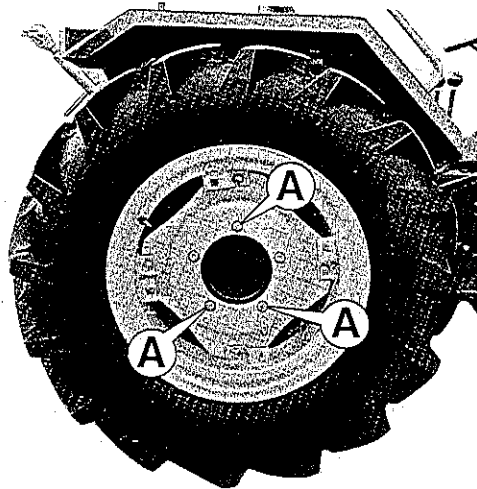

Fig. 21
- Svitare i tre dadi A (Fig. 21) che fissano il disco ruota al semiassale.
- screw out the three screws A (Fig. 21) fixing wheel-rim to axle shaft.
- dévisser les trois vis A (Fig. 21) fixant le voile de la roue au demi-essieu.
- destornillar tres tornillos A - Fig. 21, que fijan el disco rueda al semi-eje.